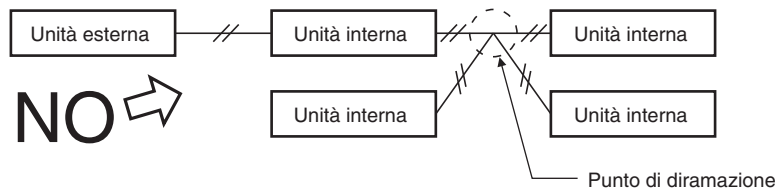

Fig. 4-4
- (3) Non installare cavi di controllo fra unità del tipo con diramazioni a stella. Tale tipo di collegamento causa infatti problemi d'indirizzamento. (Fig. 4-4)